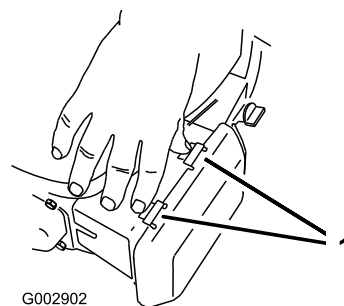

図 38
1. エアクリーナカバーの上部についているラッチのタブを押す 図 38。